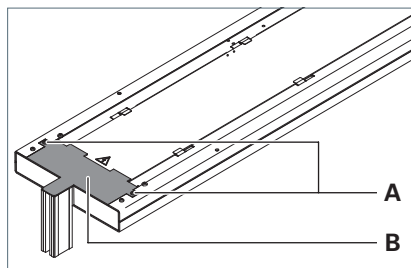

Fig. 1: Retirer le recouvrement.
- Retirez les vis **A** du recouvrement **B**, voir Fig. 1.